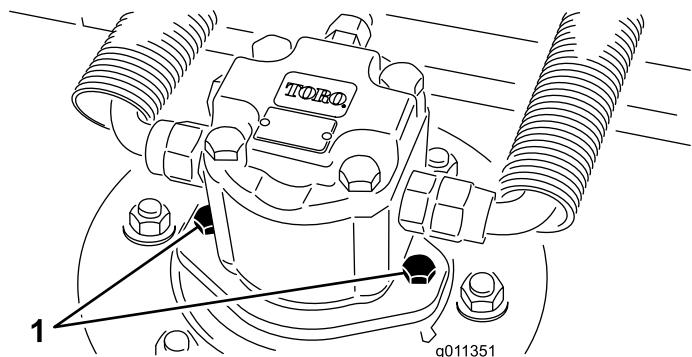

図 96
- カッティングユニットから油圧モータを外す図96。異物がつかないように、スピンドル上部にはカバーをかけておく。
4. デッキに油圧モータを取り付ける図 96。Oリングを忘れずに、また、損傷させないよう注意して取り付ける。